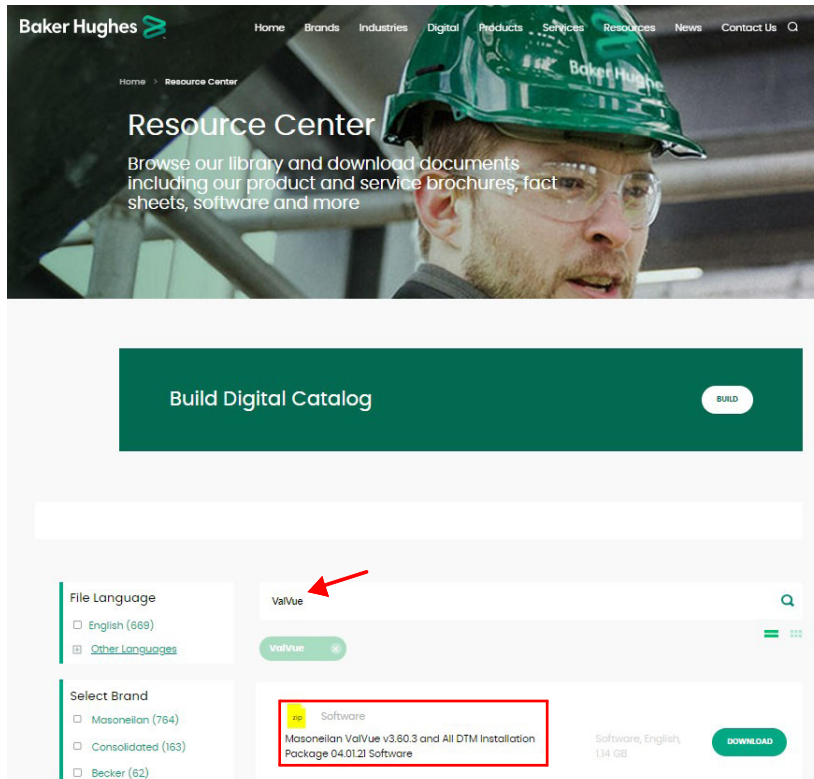

Figura 8 - Centro de recursos: Busque ValVue
1. Vaya al *Centro de recursos* (<https://valves.bakerhughes.com/resource-center>) e ingrese *ValVue* en el campo de búsqueda (flecha en la Figura 8).
Aparecen los resultados (recuadro rojo en la Figura 8).